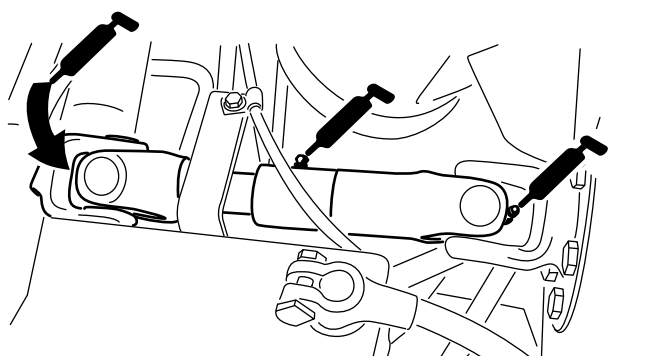

Figure 38
- Joint de cardan d'arbre d'entraînement de pompe (3) (Figure 38)